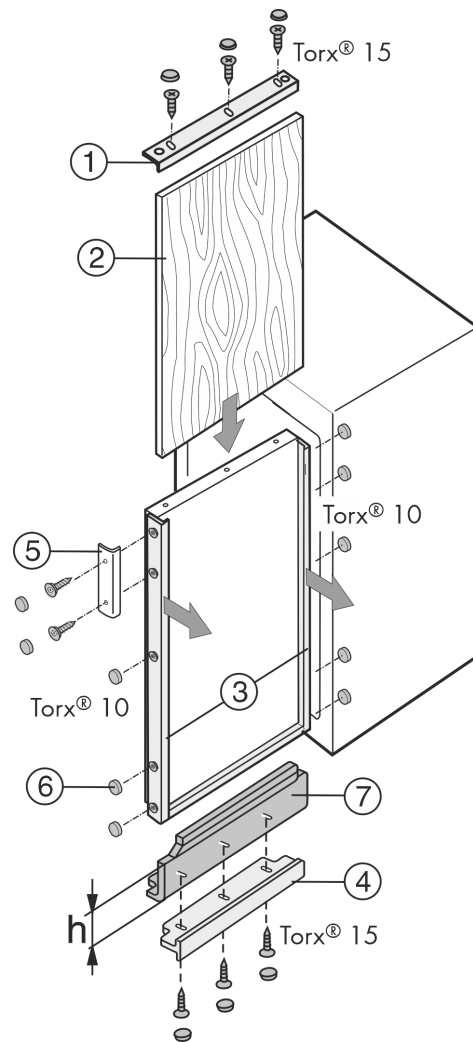

Fig. 42
Якщо є декоративна пластинка, але її висота занадто мала, то її можна підігнати, використовуючи козирки-компенсатори Fig. 42 (7) різної висоти.